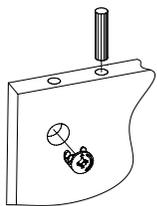

Рис.2
2. Вставьте головки минификсов в детали 3, 4, 6, (Рис. 2).